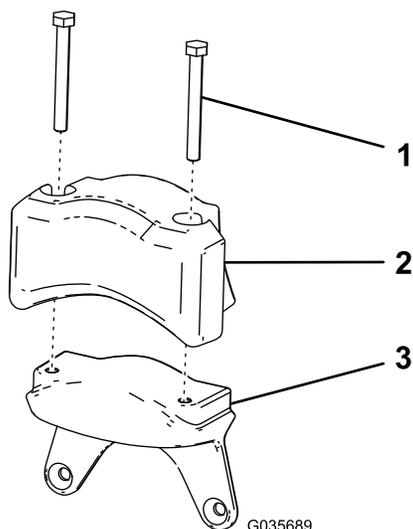

Figura 8
1. Monte o contrapeso elétrico e os dois parafusos (5/16 pol. x 2³/₄ pol.) que retirou em Remoção do contrapeso do motor elétrico \(página 3\) no novo peso (Figura 8).